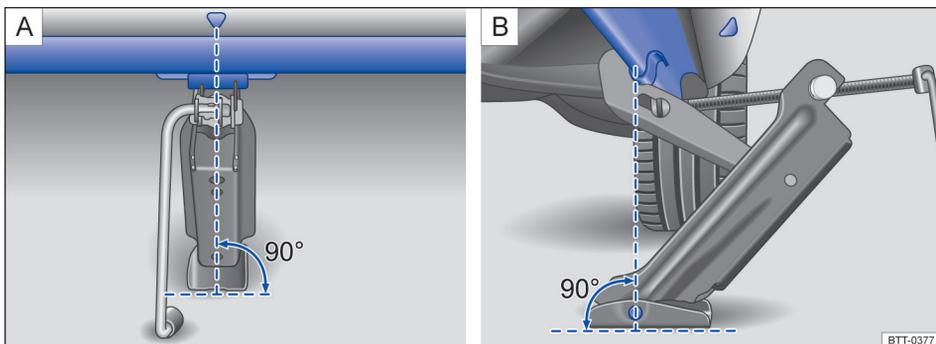

图 129 置于汽车左后侧的千斤顶
9. 继续用摇把升高千斤顶，边摇边调整千斤顶位置，直至千斤顶卡爪卡住车身上的棱边 ⇒ 图 129。
- 千斤顶必须置于规定的举升点下，其卡爪必须卡牢在门槛下的棱边上 → 图 129。